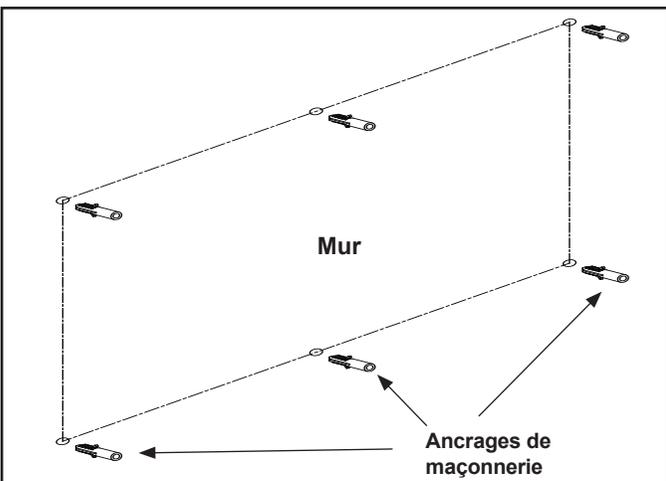
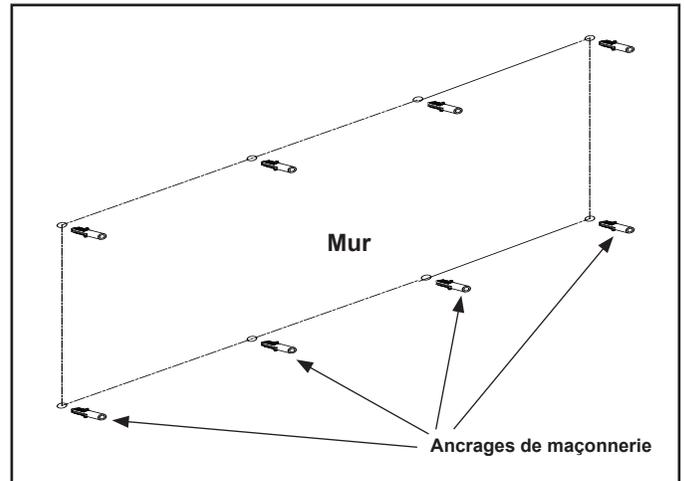
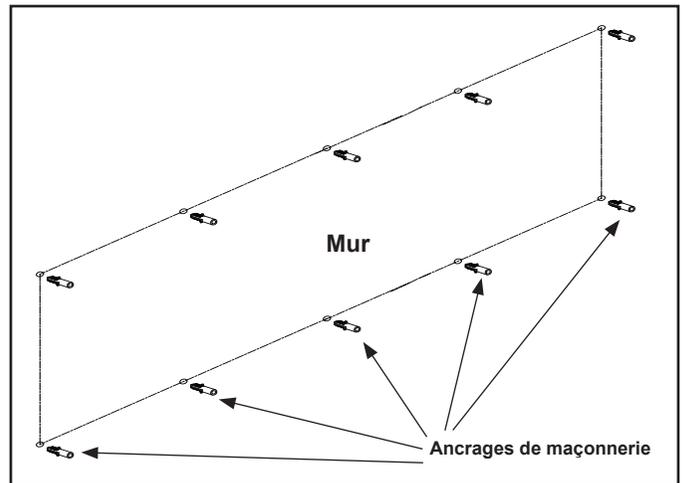

Figure 4.7 Positionnement des ancrages de maçonnerie (SF-WM58)
Figure 4.8 Positionnement des ancrages de maçonnerie (SF-WM70)
Figure 4.9 Positionnement des ancrages de maçonnerie (SF-WM94)
- Dans les emplacements marqués, percez des trous de 7,9 mm (5/16 po) de diamètre et de 38 mm (1,5 po) de profondeur. Voir la figure 4.7 (SF-WM58), la figure 4.8 (SF-WM70) ou la figure 4.9 (SF-WM94).